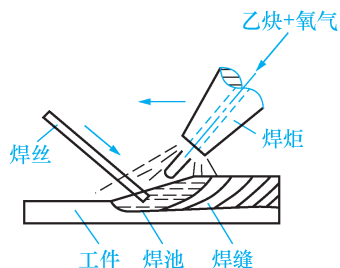

图 1-28 气焊所用设备及管路系统的连接方式
(2)气焊设备:气焊所用设备及管路系统的连接方式,如图 1-28 所示。